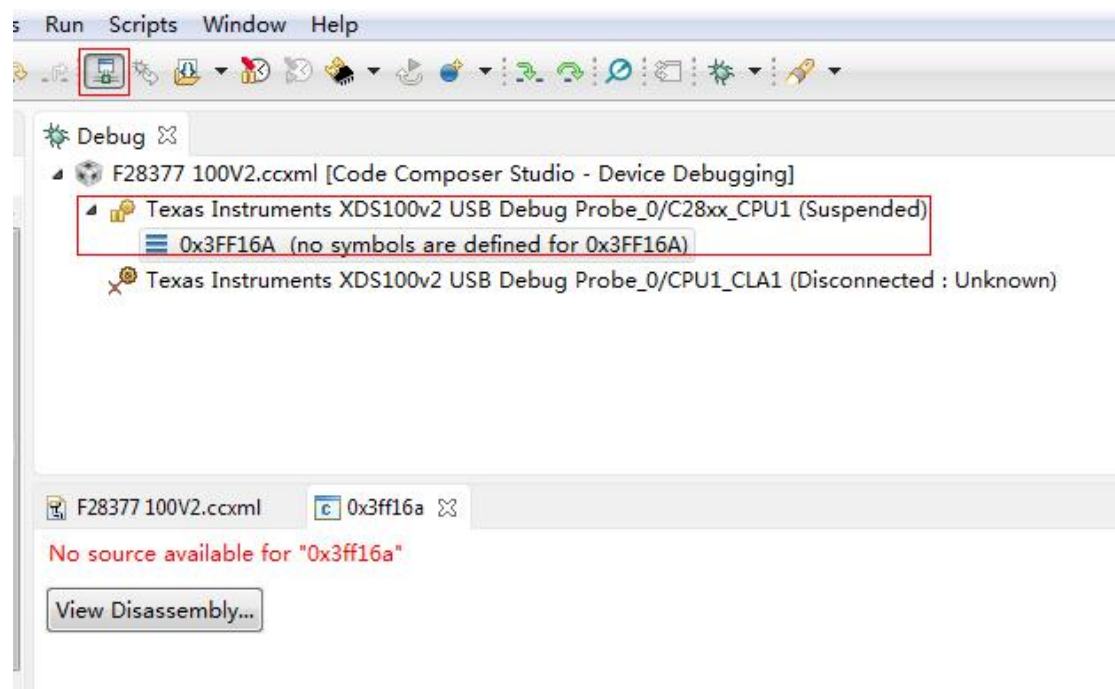

图 3-11-1 连接界面
- (1) 首先将 CCS6.1 开发环境打开;
- (2) 接着把仿真器的 USB 与电脑进行连接, 将仿真器的另一端 JATG 端插到 YX-F28377 开发板的 JATG 针处(注意仿真器插入方向, 请仔细核对防差错针的位置);
- (3) 连接目标板, 出现如下图 3-11-1 则表示连接成功;